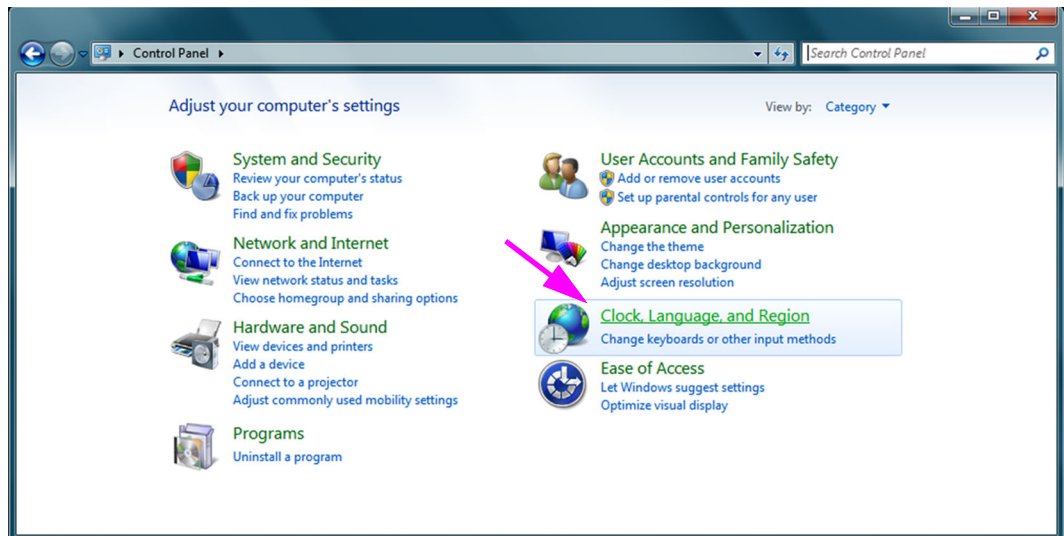

Figura C-13. Janela Control Panel (Painel de controlo)
3. Abra o Control Panel (Painel de controlo) e, em seguida, clique em **Clock, Language, and Region (Relógio, Idioma e Região)** (ver figura C-13).